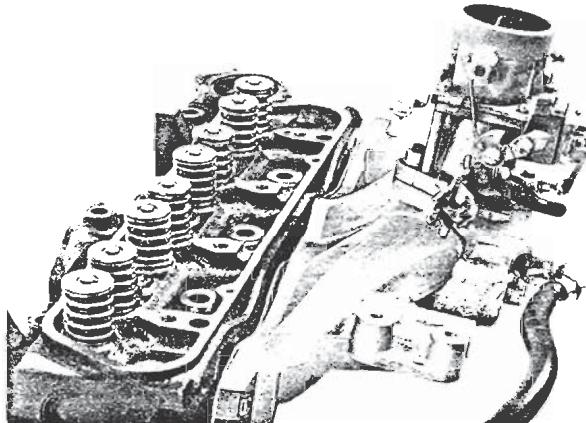

Fig. 80 - Indsugningsmanifold med karburator.
8. Monter indsugningsmanifolden komplet med karburator, Fig. 80, samt udstødsmanifolden under anvendelse af nye pakninger.